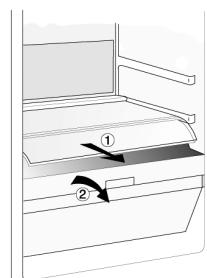

Fig. 2
2. Ta ut seksjonen (se **Fig. 2**)